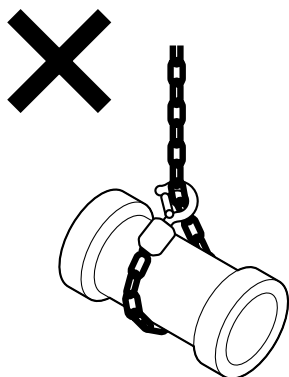

図8
(21)ロードチェーンを荷に巻き付けて使用しないでください。図8